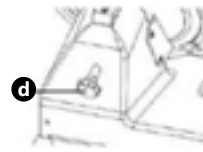

Fig. 6
- Pour retirer le capot de protection de la lame (3) pour le nettoyage, desserrez la vis (d) se trouvant à l'arrière de l'appareil (Fig. 6), puis poussez-la vers le capot de protection de la lame. Retirez le capot de protection de la lame.